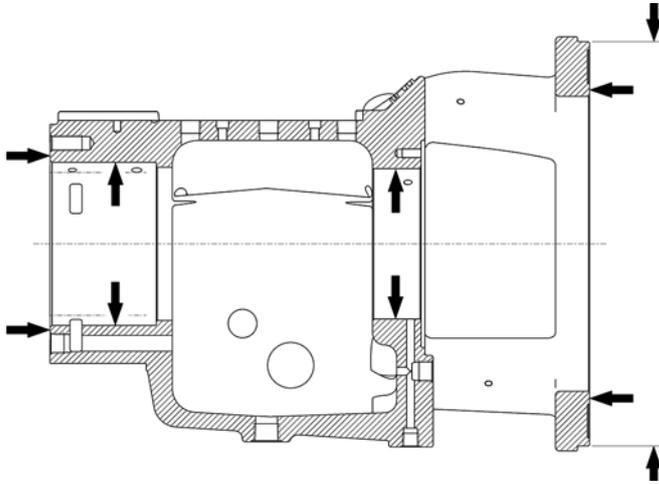

Figura 66: Puntos de inspección de las superficies
13i	Presione el aislador del cojinete del sello de aceite radial INPRO (123) en el bastidor de cojinetes y asegúrese de que la parte de expulsión esté en la posición de las 6 en punto y correctamente asentada. Consulte la Figura 66.